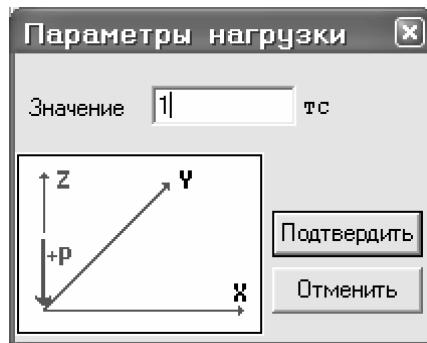

Рис.2.12. Диалоговое окно
- В появившемся окне введите значение **P = 1 тс** (рис.2.12).